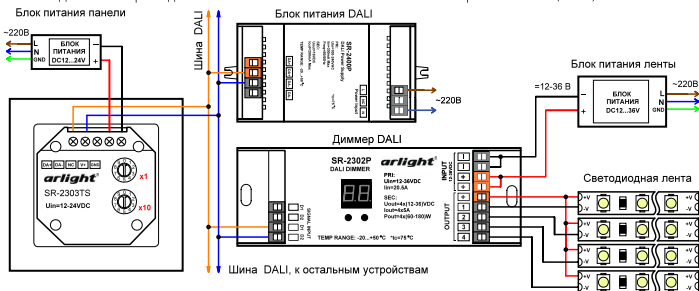

Рис.1. Подключение сенсорной панели на примере диммера SR-2302P с использованием блока питания DALI ARV-SR-2400P.
3.2. Подключите провода от шины DALI к клеммам **DA+** и **DA-** сенсорной панели (Рис.1).